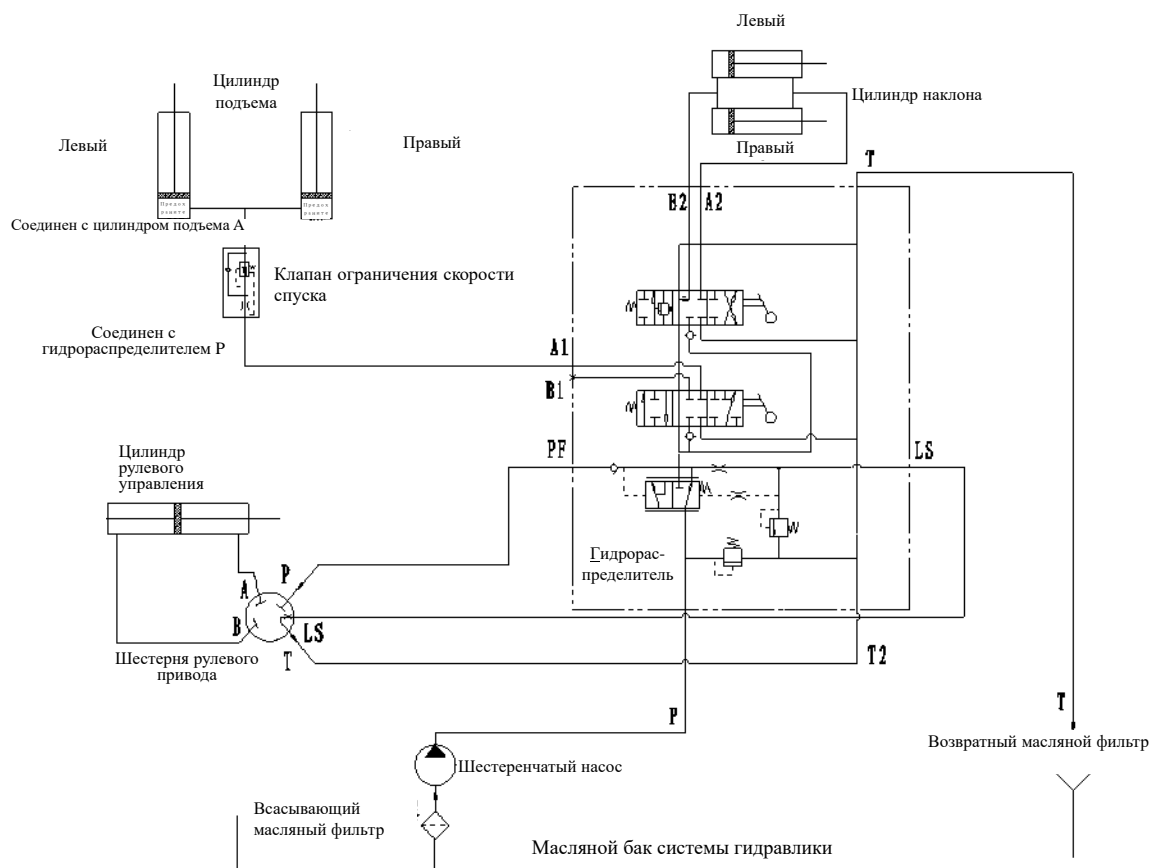

Рис. 7-7 Гидравлический контур
7.4 Гидравлический контур (Основной масляной контур) (Рис. 7-7)